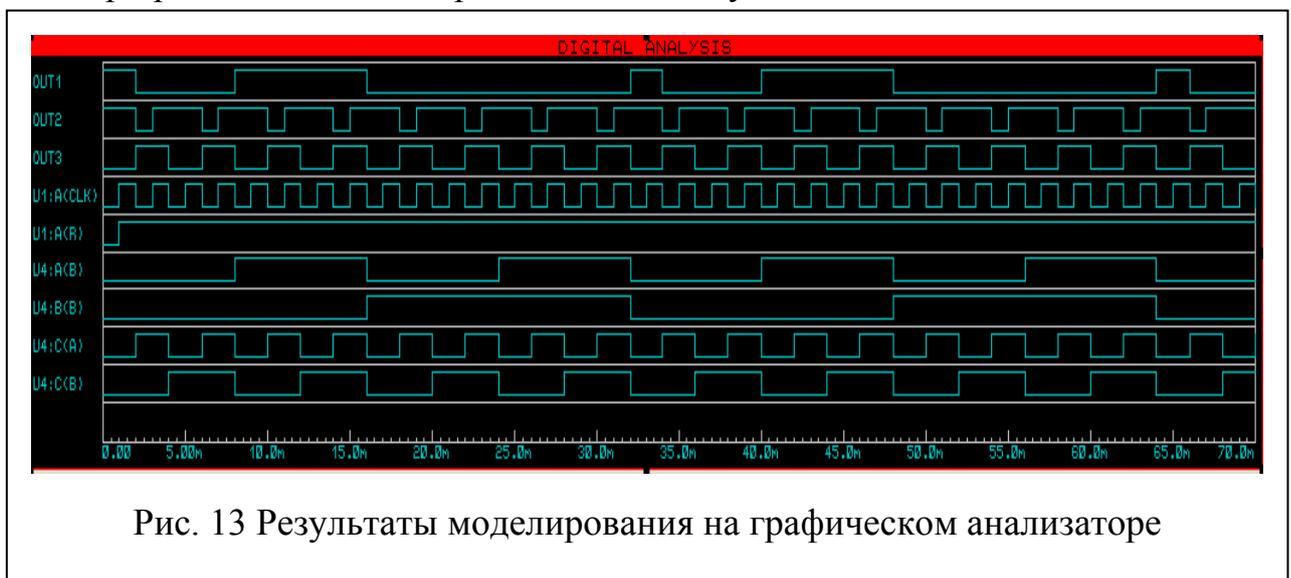

Рис. 13 Результаты моделирования на графическом анализаторе
**Моделирование работы схемы** производится нажатием клавиши «Пробел». При этом на диаграмме отображаются временные диаграммы в выбранных точках схемы (рис. 13).